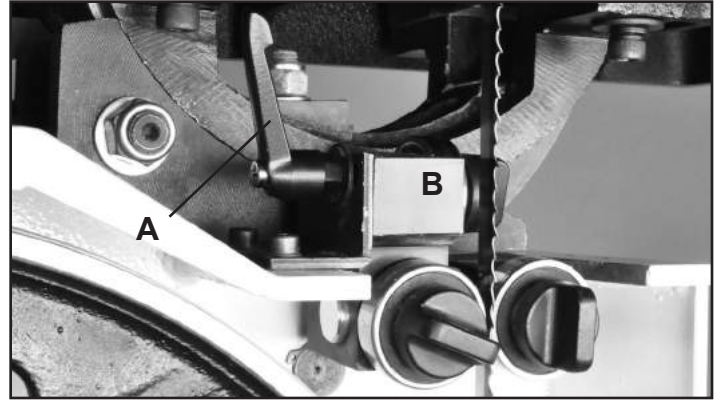

FIGURE 26 REMARQUE : Garde-lame enlevée pour la photo
2. Les guides devraient être approximativement à 1,6 mm (1/16 po.) derrière la gorge des dents de la lame de scie. S'ils doivent être déplacés, desserrer la poignée à levier (#60A, Fig. 26, A), située à la gauche du bloc de guidage inférieur (#43A, B), et déplacez ce bloc qui retient les guides, de sorte que les guides soient correctement placés derrière la gorge des dents de lame. Resserrez la poignée du levier une fois fait.